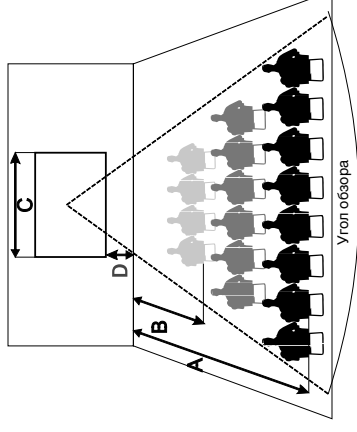

Рис. 2
- Расстояние от экрана до первого ряда зрителей (В на рис. 2) должно быть не менее половины ширины экрана (С на рис. 2).
- Расстояние от экрана до последнего ряда зрителей (А на рис. 2) не должно превышать шестикратную ширину экрана (С на рис. 2).